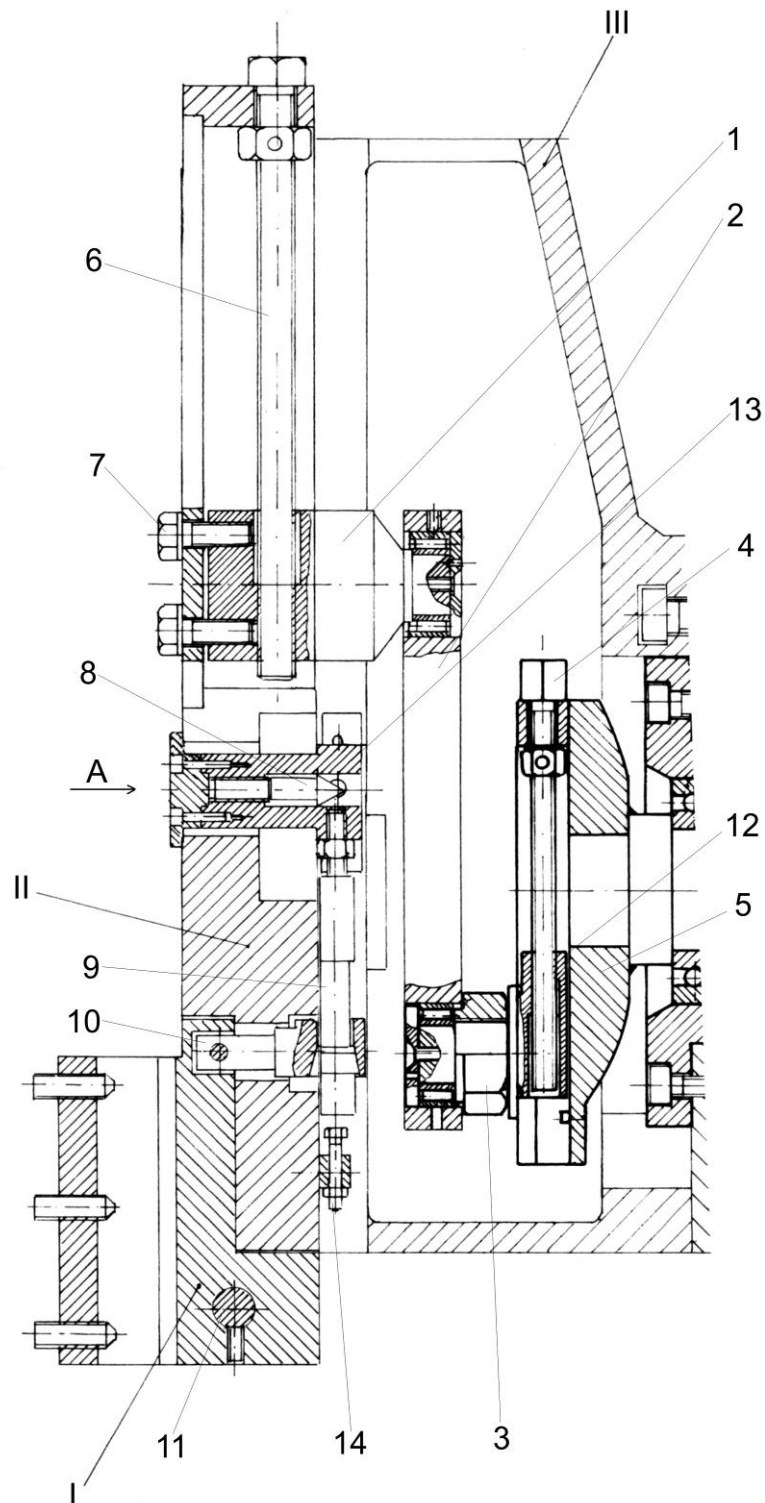

Abb. 15
Mit „310“ ist auf der Abb. 9 und II auf der Abb. 15 das Gleitstück der Maschine gekennzeichnet. Es führt Vor- und Rückwärtsbewegung aus und trägt den Messerhalter. Es ist präzise an die führenden Flächen des Kopfs angepasst. Sein Arbeitshub kann stufenlos von 0 bis 205 mm beim S200TGI und 320 mm beim S315TGI verstellt werden.
Die Vergrößerung und die Reduzierung des Hubs des Gleitstücks werden folgenderweise gemacht – Abb. 15.
1. Nehmen Sie das Schutzglas ab, das sich rechts vom Kopf befindet. Mit Hilfe der schwarzen Tasten am Pult drehen Sie die Kulisze 5 der Maschine so, dass die Mutter 3 der Abb.15 gegenüber dem Glas ist.
Dies geschieht folgenderweise – Abb. 15.
Mit „320“ ist auf der Abb. 9 den Messerhalter der Maschine gekennzeichnet. Auf der Abb. 15 ist er mit I gekennzeichnet. Der Messerhalter ist mit einem Abschlag versehen; bei Bewegung des Gleitstücks nach oben (keine Arbeitsbewegung) trennt sich das Messer von der Nutfläche, um nicht daran zu reiben.